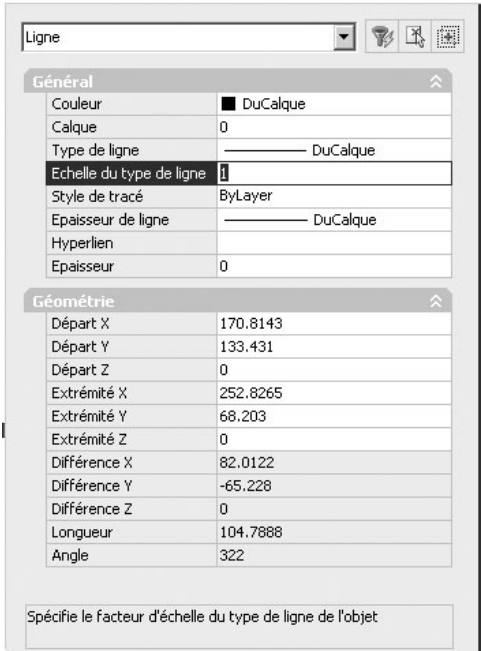

Fig.6.38
- **Pour une ou plusieurs lignes en particulier** : modifier la valeur dans le champ **Echelle du type de ligne** (Linetype scale) dans la boîte de dialogue **Propriétés** (Properties) (fig.6.38).